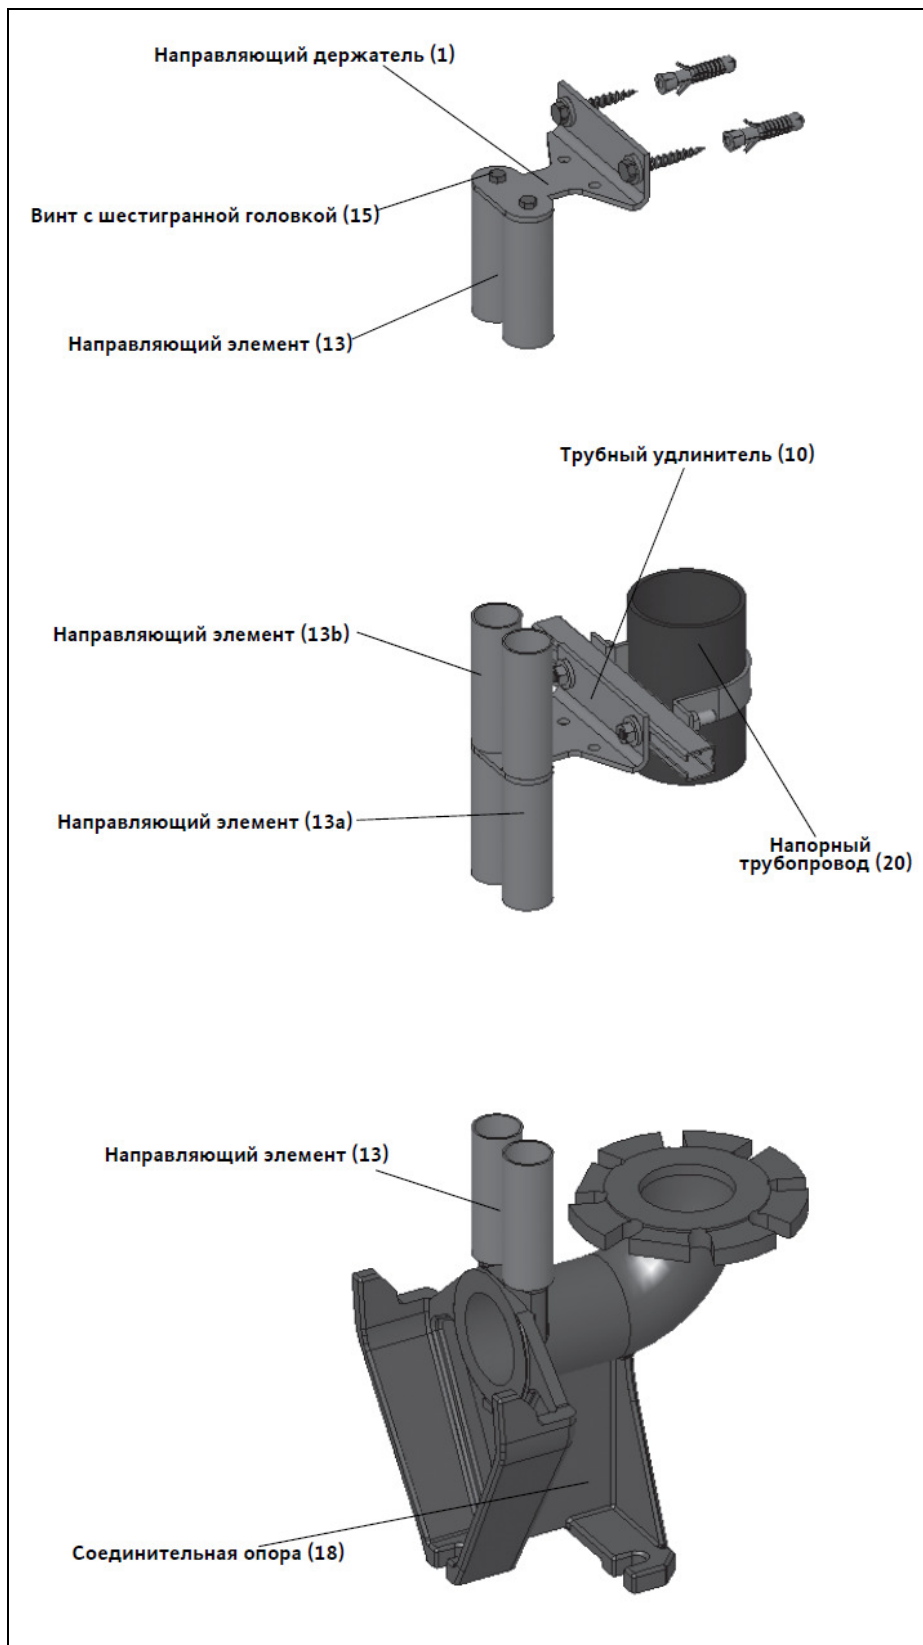

Рис. I-5: Монтаж устройства погружного монтажа
- Установить верхний направляющий держатель (1, рис. I-5). Еще не затягивать полностью!
- Соединительную опору (18) установить вертикально к направляющему держателю (1) на полу. Разметить места сверлений и установить стяжные анкера согласно монтажной инструкции. После того, как они затвердеют, закрепить соединительную опору (18) на стяжных анкерах.
- Направляющий элемент (13) вставить на крепление соединительной опоры (18).
- Отпустить верхний направляющий держатель (1) и вставить в направляющий элемент (13).
- Направляющий держатель (1) закрепить на напорной трубе или на строительной конструкции и затянуть.
- Направляющий элемент (13) зафиксировать на направляющем держателе (1) путем вращения винта с шестигранной головкой (15).
- При использовании направляющих элементов с длиной свыше 6 метров необходимо каждые 6 метров установить трубный удлинитель. Трубный удлинитель функционирует аналогично направляющему держателю для крепления труб, но имеет два крепления для верхних и нижних направляющих. При 1 трубной направляющей между обоими креплениями должно быть установлено распорное кольцо (19).**
- Трубный удлинитель смонтировать на напорной трубе (20).
- Нижний направляющий элемент (13а) вставить на крепление соединительной опоры (18).
- Нижний направляющий элемент (13а) подвести под трубный удлинитель (10).
- Трубный удлинитель (10) вставить в нижний направляющий элемент (13а) и закрепить трубный удлинитель (10).